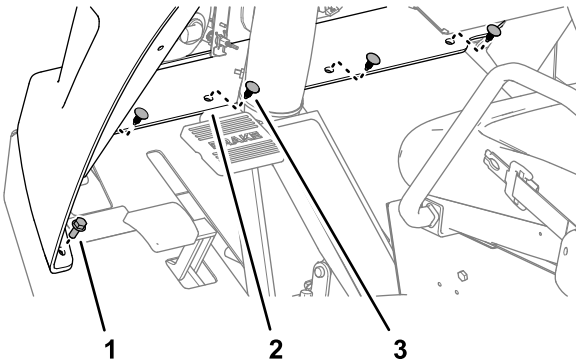

Figura 22
3. Retire las 4 grapas que sujetan la pestaña inferior del capó a la máquina (Figura 22).
4. Retire los 2 pernos con arandela prensada (5/16" x 3/4") que sujetan la pestaña inferior a la máquina (Figura 22).